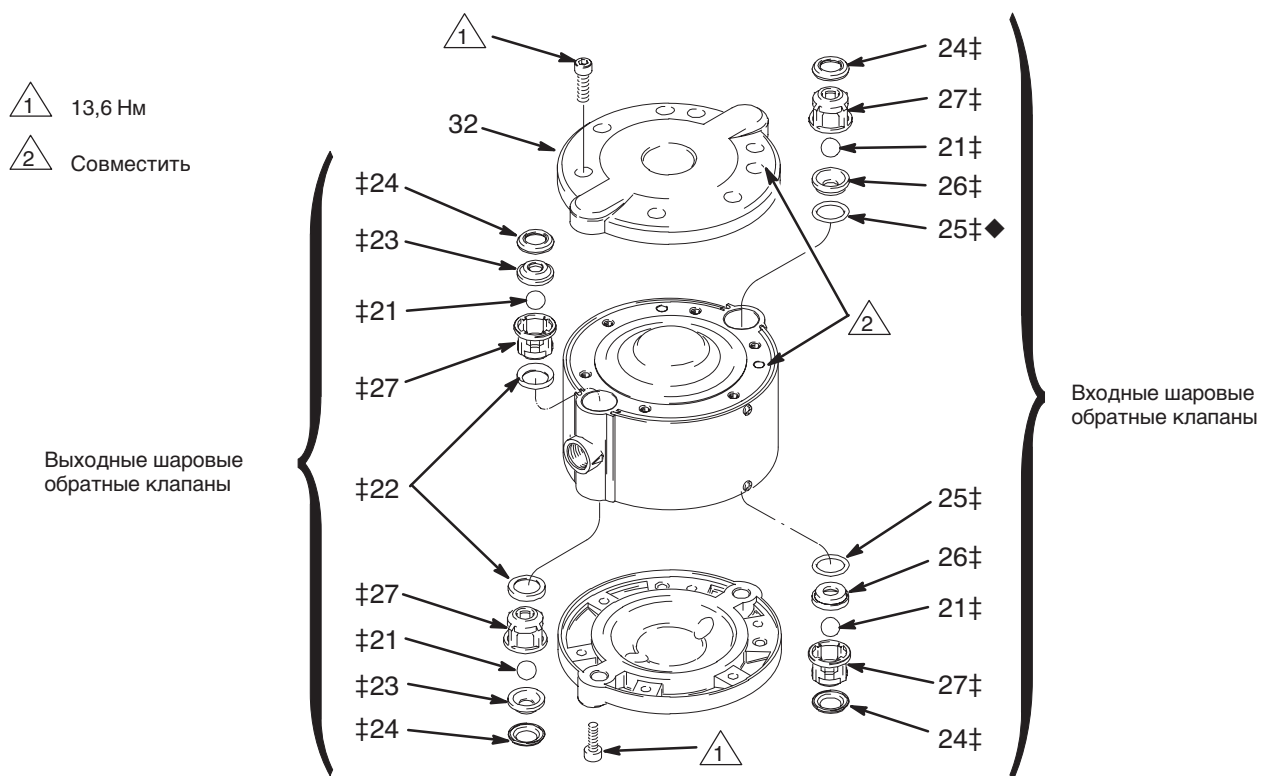

Рис. 4
2. Снимите шаровые обратные клапаны на входе и на выходе. Помните, что ориентация деталей входного клапана отличается от ориентации выходного клапана. См. Рис. 4.
1. Снова установите входные и выходные запорные обратные клапаны на одной стороне насоса. Входные и выходные клапаны собираются по-разному. Устанавливайте детали точно так, как показано на Рис. 4.
2. Свободно установите одну крышку (32) для предотвращения выпадения шаровых клапанов. См. стр. 14.